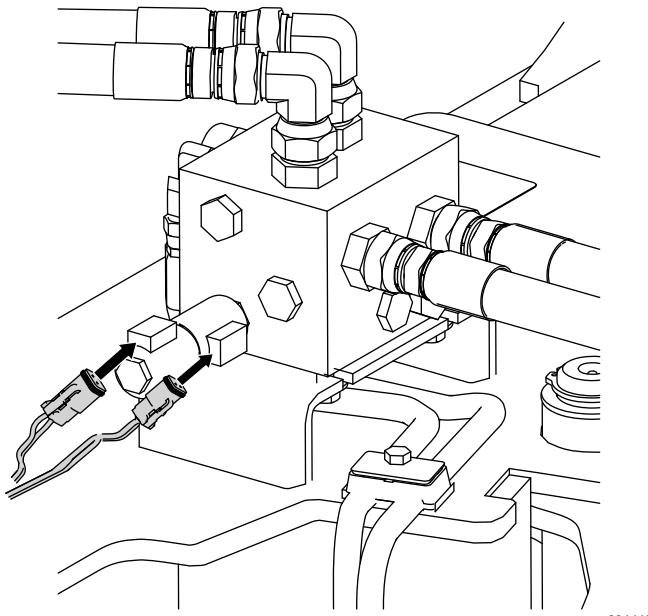

Figura 8
15. Enrute los 2 conectores libres del adaptador en Y hasta los conectores abiertos del lado izquierdo del distribuidor, y conéctelos (Figura 8).